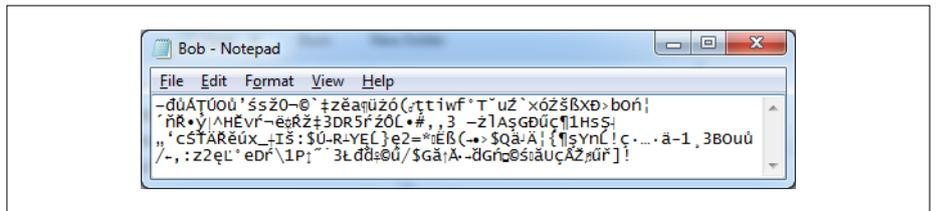
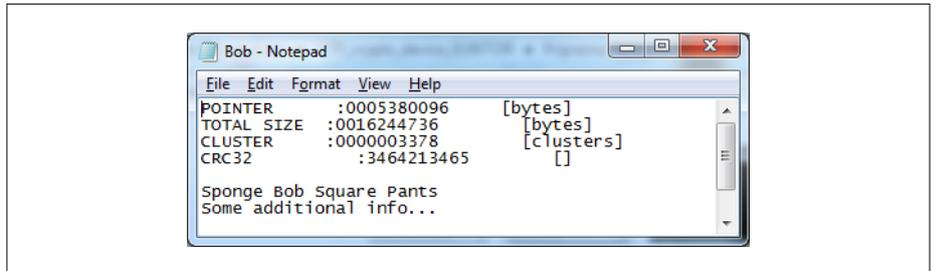

Figure 7. Le fichier BOB.MIR chiffré.
Figure 8. Le fichier d'état BOB.STT reste toujours en clair.
7. Alice retire sa carte SD du *shield* et l'insère dans son ordinateur. Le fichier MUSIC.MP3 ne peut plus être lu car il est codé. L'ouverture de BOB.MIR, lui aussi codé, montrerait un contenu semblable à celui de la **figure 7**. BOB.STT reste en clair, mais son contenu a changé (**fig. 8**) : la valeur de POINTER a progressé, de même que celle de CLUSTER, et donc celle de CRC32 a elle aussi changé. Le mp3 faisait environ 5 Mo, ce que reflète la valeur de POINTER.